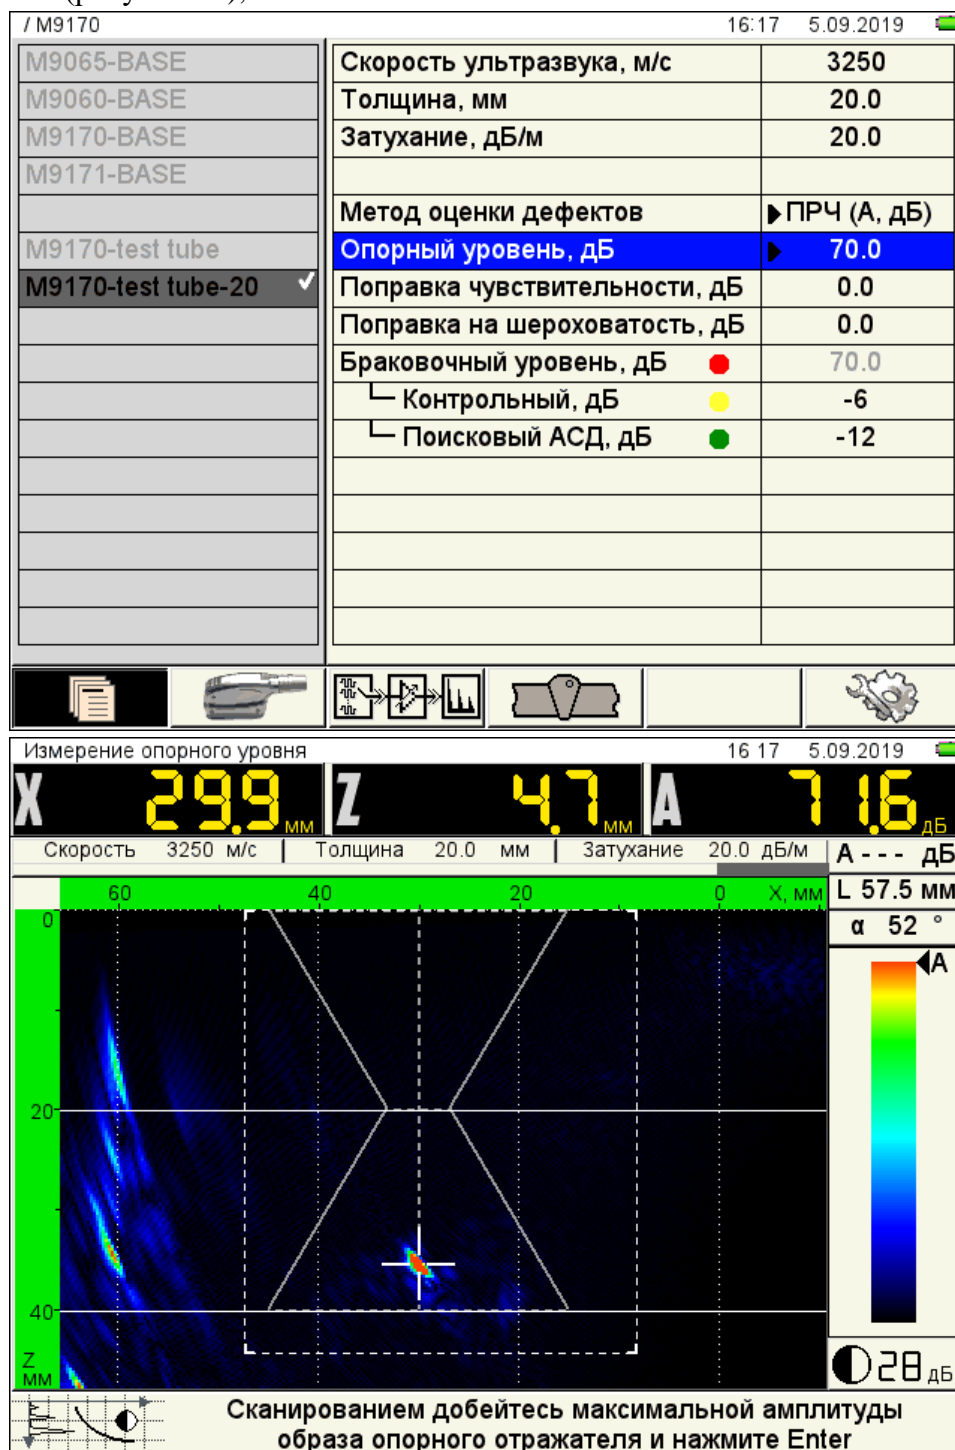

Рисунок 13
- найти положение АР, при котором амплитуда образа от опорного отражателя максимальная (рисунок 13);